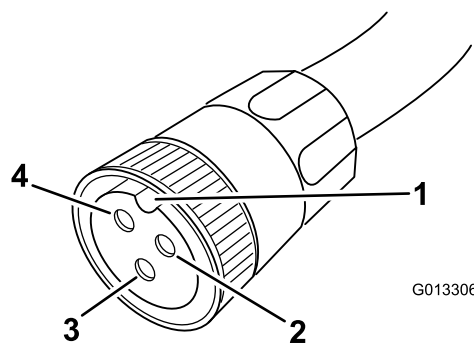

図 12
2. キー溝が 12 時の位置に来るようにケーブルを持つ（図 12）。